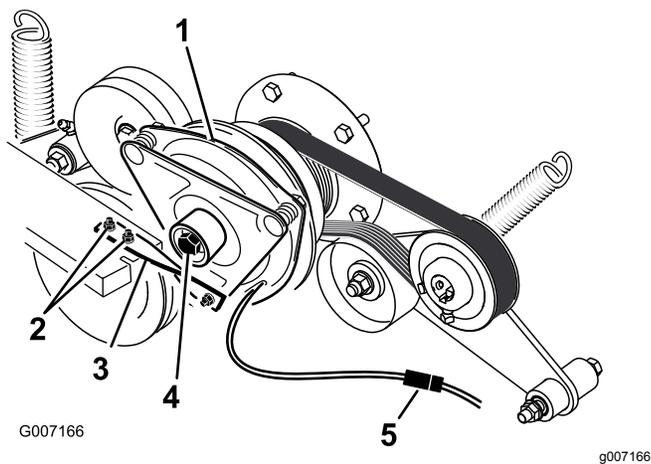

Figura 82
6. Scollegate la connessione elettrica della frizione (Figura 82).
7. Rimuovete i 2 bulloni che fissano la cinghia di gomma della frizione al telaio del tosaerba (Figura 82).
8. Rimuovete il bullone centrale che fissa la frizione all'albero motore e rimuovete la frizione e la chiave (Figura 82).
15. Tenendo l'albero a gomiti sulla parte posteriore della macchina, installate il bullone centrale e serratelo a 68 N·m (Figura 82).
16. Fissate la cinghia di gomma della frizione al telaio del tosaerba con i 2 bulloni e dadi precedentemente rimossi (Figura 82).
18. Collegate la connessione elettrica della frizione (Figura 82).